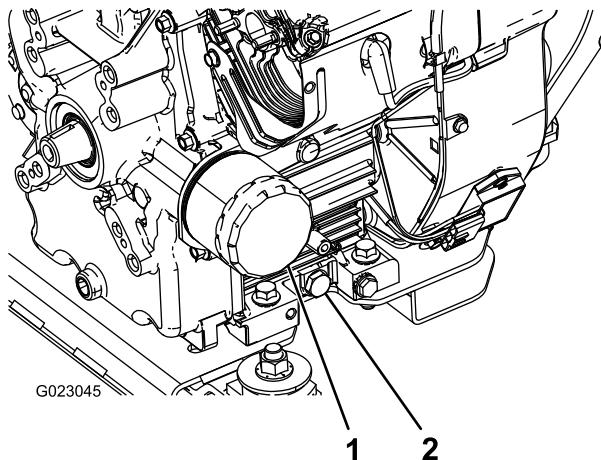

図 41
5. ドレンプラグを抜く図 41。
2. オイルフィルタを外す 図 41。
5. アダプタに新しいフィルタを取り付ける。ガスケットがアダプタに当たるまで手でねじ込み、そこから更に 1/2 回転増し締める 図 41。